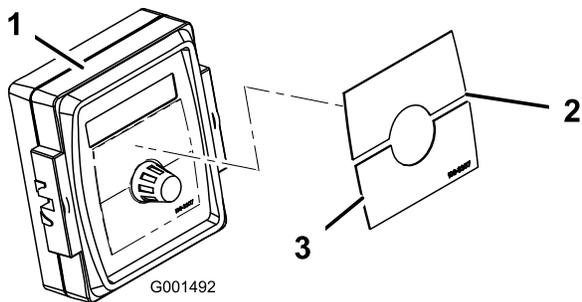

Figura 25
4. Applicare l'adesivo Spray Pro sul monitor (Figura 25).